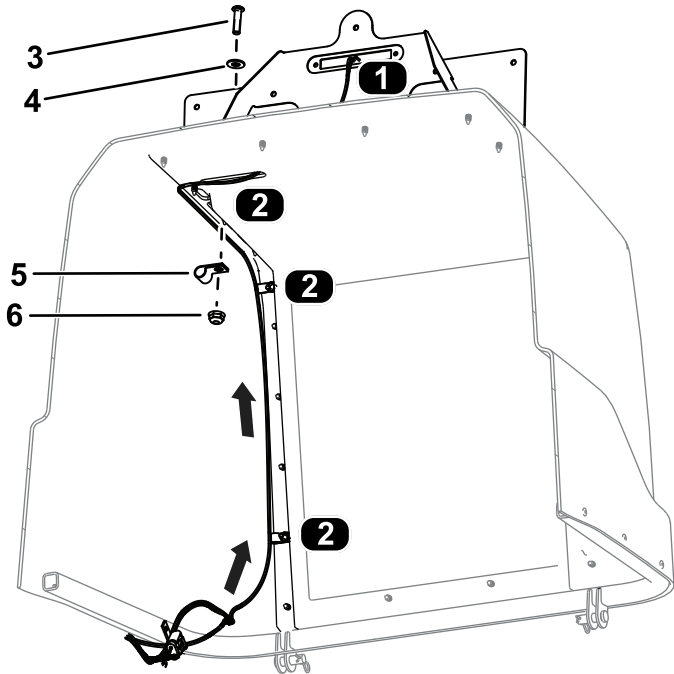

**Figuur 37**
- Bevestig de gemonteerde achterlichten aan de achterlichtbehuizingen; gebruik hiervoor de 8 balkkopschroeven (¼ inch x ¾ inch); zie Figuur 37.
Zorg ervoor dat u de achterlichten monteert met de gele lens aan de bovenkant (Figuur 36 en Figuur 37).